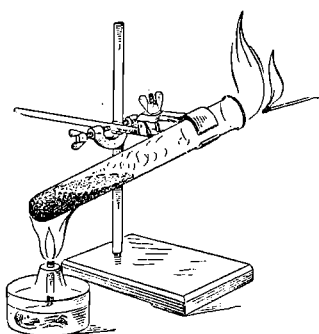

Рис. 26. Крахмал обугливается при нагревании с выделением горючего газа.
3. В пробирке нагрейте немного крахмала (рис. 26). Наблюдайте за его